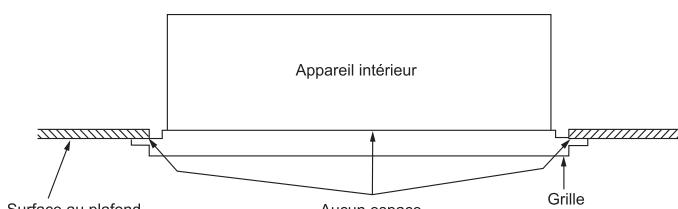

Fig. 6
- Apriete los 4 tornillos de fijación (2) cerca de las esquinas que colocó en el paso 6.
**De lo contrario, podría escaparse aire por dicho hueco y provocar que gotee agua desde la unidad interior. (Fig. 6)**
- Serrez les 4 vis de fixation (2) situées près des angles et installées à l'étape 6.
**Dans le cas contraire, de l'air risque de s'échapper par cet espace, provoquant un écoulement d'eau de l'unité interne. (Fig. 6)**